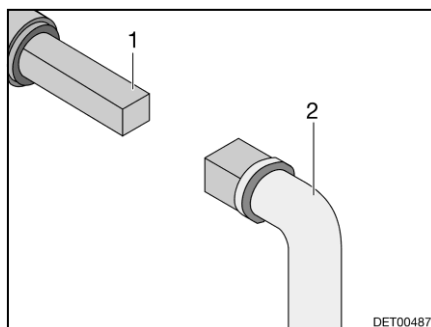

Bild 159 Handhavande avloppsventil
- Sätt nyckeln (Bild 159,2) mot fyrkanten (Bild 159,1).